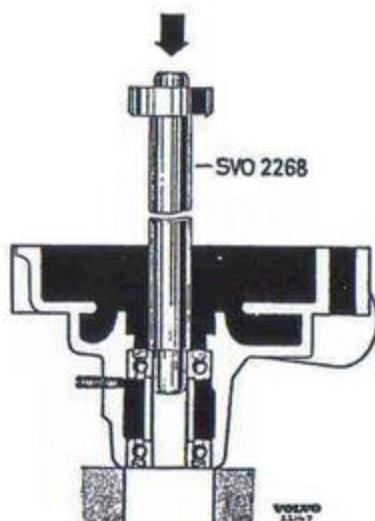

Bild 26. Demontering av kullager.
4. Lossa stoppskruven (5 bild 12) för bakre lager. Pressa ur lagren och distanshylsan med dorn SVO 2268. Se bild 26. Ta ut avkastrlingen.